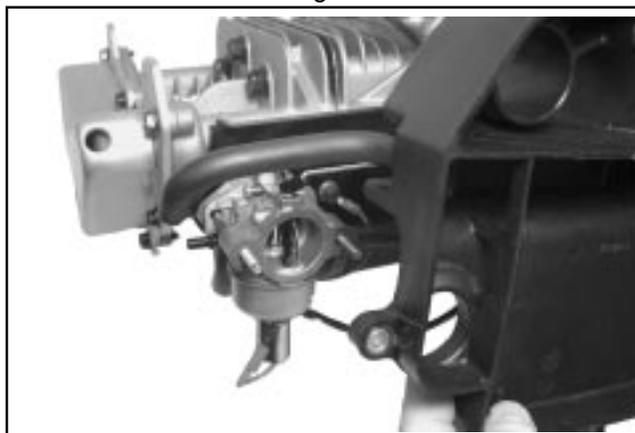

Figure 8-10. Dépose de la base du filtre à air et du tube reniflard.
4. Débrancher le tube reniflard du couvercle de la soupape et retirer la base du filtre à air et le joint d'étanchéité. Voir la Figure 8-10.